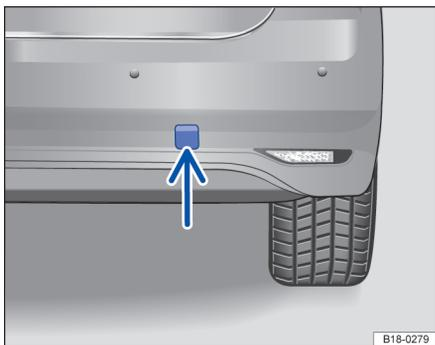

图 204 在保险杠右后部：拆卸盖板
牵引环的固定架位于保险杠的右后部⇒图 204。要看到固定架，必须拆下盖板。
- 先按压盖板下部，直至开启，再拆下盖板并将其挂在汽车上。⇒图 204